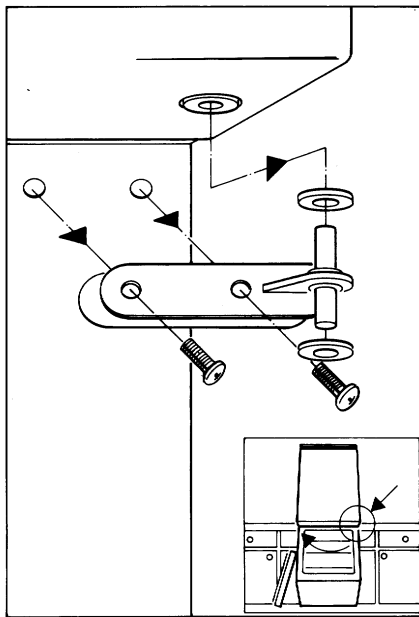

Fig. 6
- ☐ Schroef het middenscharnier los; verwijder de deur van de koelruimte door hem naar beneden te schuiven (**Fig. 6**).